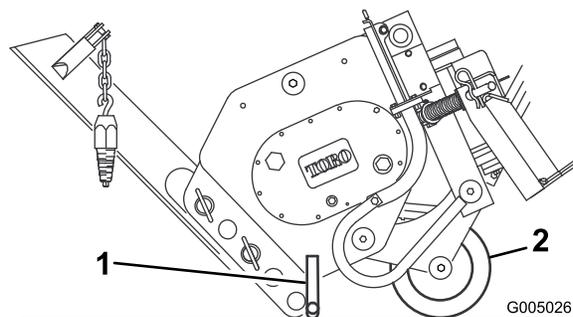

Figure 8
3. Relevez la lame et bloquez-la en position comme illustré à la Figure 8.
4. Basculez l'enfouisseuse en avant et abaissez-la sur le sol ou sur une remorque, le support et le coute supportant le poids de l'enfouisseuse (Figure 8).